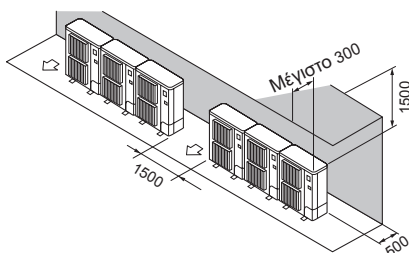

Fig. 2-14
- ② Εμπόδια στην πίσω και επάνω πλευρά μόνο (Fig. 2-14)